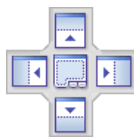

Рис. 1.11 Панель при распределении окон в рабочей области программы
2. Перетащить одно из окон на другое, при этом появится следующая панель распределения окон в рабочей области (рис. 1.11). Она состоит из пяти частей: